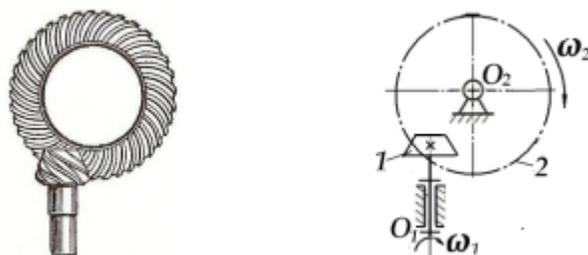

Рис. 6. Вид и схема гипоидной передачи
3) гипоидные (рис. 6), в них используются конические колеса, оси которых скрещиваются.